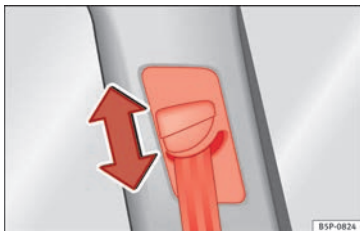

Fig. 12 Ubicación del regulador de la altura del cinturón.
- Presione el dispositivo de reenvío en la zona superior y manténgalo en esta posición» **fig. 12**.